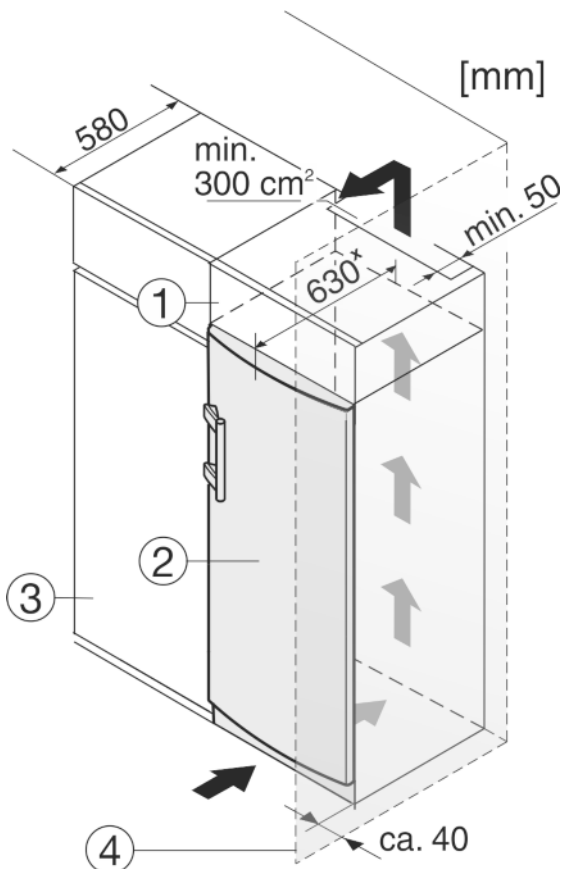

Fig. 9
- (1) Élément haut
- (2) Appareil
- (3) Placard de cuisine
- (4) Mur
L'appareil peut être entouré de meubles de cuisine. Pour adapter l'appareil *Fig. 9 (2)* à la hauteur des placards de la cuisine intégrée, on peut placer un élément haut *Fig. 9 (1)* au-dessus de l'appareil.
Lors de la transformation avec des placards de cuisine (profondeur max. 580 mm), l'appareil peut être placé directement à côté du placard de cuisine *Fig. 9 (3)*. L'appareil dépasse latéralement de 34 mm* et de 50 mm* au centre de l'appareil par rapport à la face avant du placard de cuisine.
Si l'appareil est installé avec les charnières à côté d'un mur *Fig. 9 (4)*, la distance entre l'appareil et le mur doit être de 40 mm min. Ceci correspond à la saillie de la poignée lorsque la porte est ouverte.